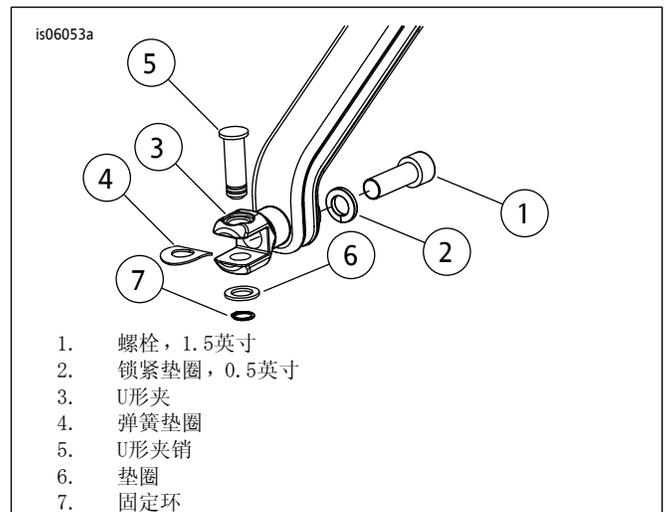

图2。安装脚踏
5. 参见图2。使用螺栓(1)和垫圈(2)将U形夹(3)安装至臂支架。用手拧入螺栓。